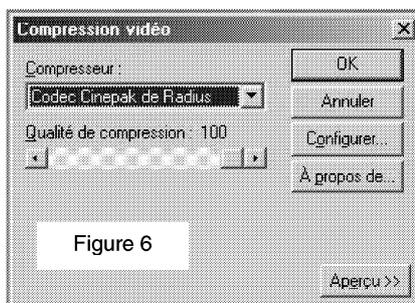

Figure 6
- Choisir **Codec Cinepak de Radius** dans **Compresseur** (Figure 6).